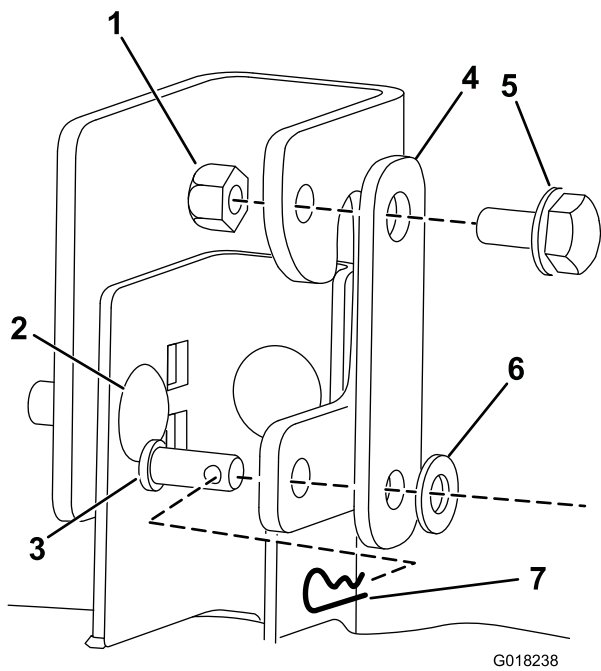
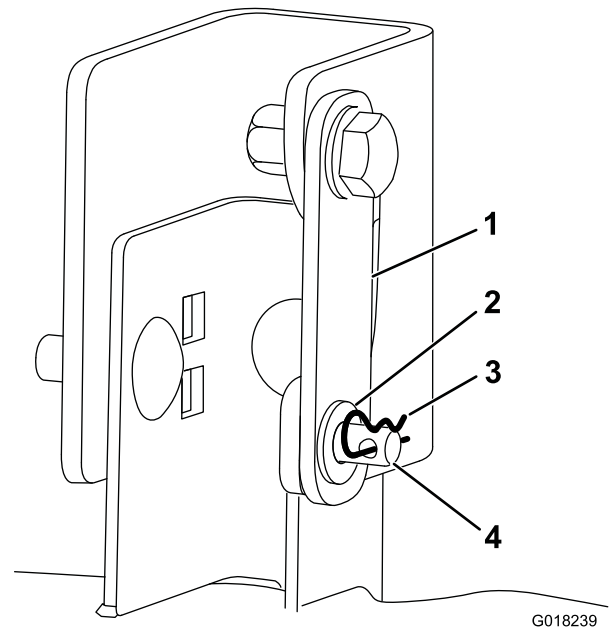

Figure 5
Figure 6
6. Montez un support de plateau sur chaque support de suspension avec un boulon à épaulement et un contre-écrou (Figure 5).
Remarque: Placez un boulon à épaulement dans le trou supérieur de chaque support de suspension (Figure 5).
7. Après avoir accroché les supports de suspension à chaque tige de relevage arrière, montez le côté ouvert de chaque support de plateau sur le support de suspension avec un axe de chape, une rondelle plate et une goupille fendue (Figure 5 et Figure 6).